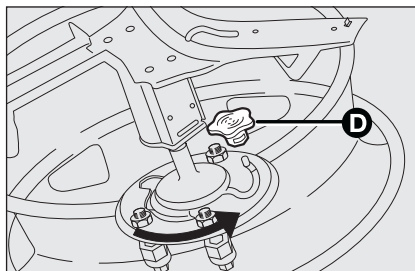

fig. 9d
- raccrocher la roue au support en la faisant tourner jusqu'à la fin de la fissure (comme illustré sur la **fig. 9d**) et visser le pommeau **D-fig. 9d**;